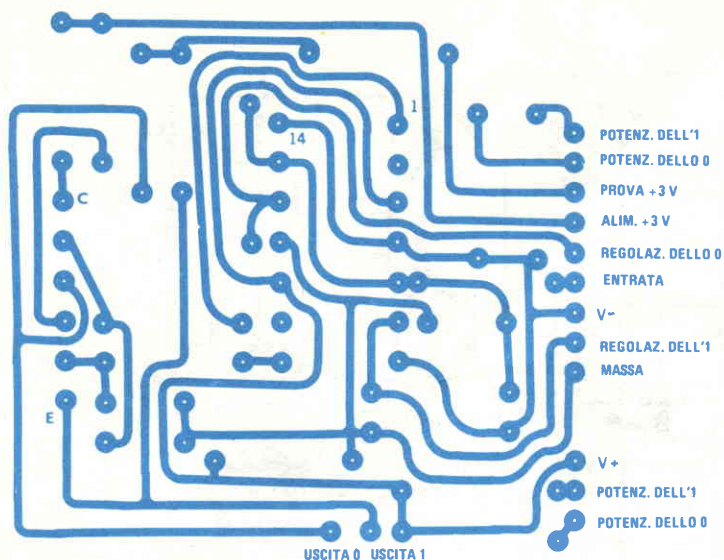

Fig. 2 - Circuito stampato in grandezza naturale e disposizione dei componenti.
**Installazione dell'antenna base** - L'antenna di una stazione base viene generalmente installata in modo molto simile ad un'antenna TV, usando gli stessi tipi di accessori per il montaggio. Molto spesso, l'antenna della stazione base si monta sul tetto di una casa, come si vede nella *fig. 2-a*. Quando alla casa sono prossimi un alto edificio, un serbatoio d'acqua od un'altra struttura, l'antenna, se possibile, si può montare sulla struttura piú alta, come illustrato nella *fig. 2-b*, usando cavo coassiale a basse perdite. Molti utenti che risiedono in campagna o in vallate circondate da colline lamentano una portata CB inadeguata. Quando una casa si trova nelle vicinanze di una collina, l'antenna può essere montata sopra quest'ultima, come nella *fig. 2-c*. Se sono necessari piú di 350 m di cavo coassiale, si deve usare un tipo di cavo imbottito di spugna da 20 mm, reggendolo con paletti di legno o interrandolo se è rivestito in polietilene. Poiché questo tipo di cavo viene fornito in lunghezze massime di 90 m, si devono usare appositi connettori di giunzione. Anche se la perdita di 2,7 dB introdotta da 350 m di cavo coassiale imbottito di spugna da 20 mm consentirà solo al 54% della potenza del trasmettitore di raggiungere l'antenna, la perdita può essere ridotta usando un'antenna a guadagno.
**Costruzione** - Il tester può essere montato su un circuito stampato, del tipo di quello di cui nella fig. 2 è riportato il disegno in grandezza naturale. Tuttavia, se si procede con la dovuta attenzione, il circuito può essere montato su una bassetta perforata, con collegamenti da punto a punto.